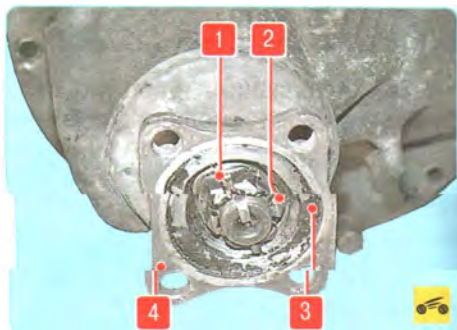

Рис. 6.15. Крепление фланца ведущей шестерни: 1 – шплинт; 2 – гайка; 3 – шайба; 4 – фланец
7. Выньте шплинт 1 (рис. 6.15) и отверните гайку 2 крепления фланца ведущей шестерни. Снимите фланец 4 с шайбой 3. Выньте ведущую шестерню из картера.
1. Перед установкой измерьте высоту **М** (рис. 6.15) ведущей шестерни с точностью до десятых долей миллиметра.